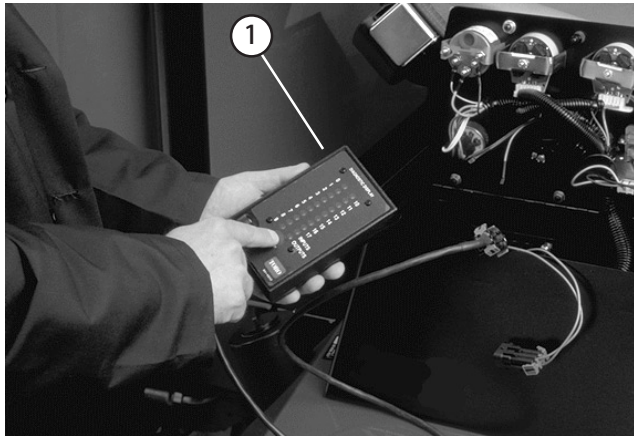

図 37
3. ACE 故障診断ディスプレイのコネクタをハーネスのコネクタに接続する(図37)。ACEディスプレイ表面にのせるオーバーレイの種類を間違えないように確認する。